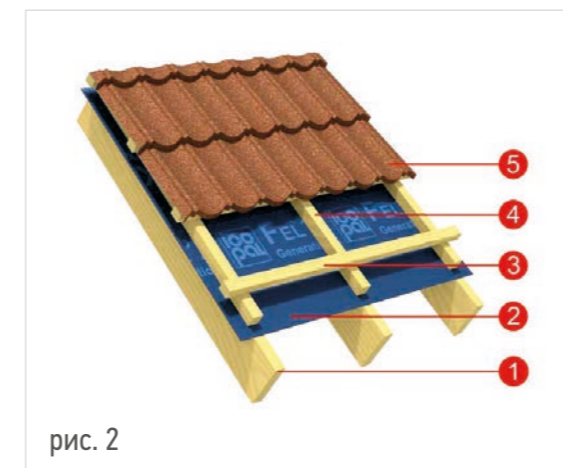

рис. 2
6.1.1. Кровельная конструкция для нежилого чердачного помещения («холодный чердак») приведена на рис. 2. По стропильным балкам под контробрешетку укладывают подкровельный гидроизоляционный материал ФЕЛИКС, предварительно установив по нижним концам стропильных балок металлический капельник конденсата. Нижний край полотен ФЕЛИКС крепят к металлическому капельнику конденсата при помощи клея-герметика ИКОПАЛ.